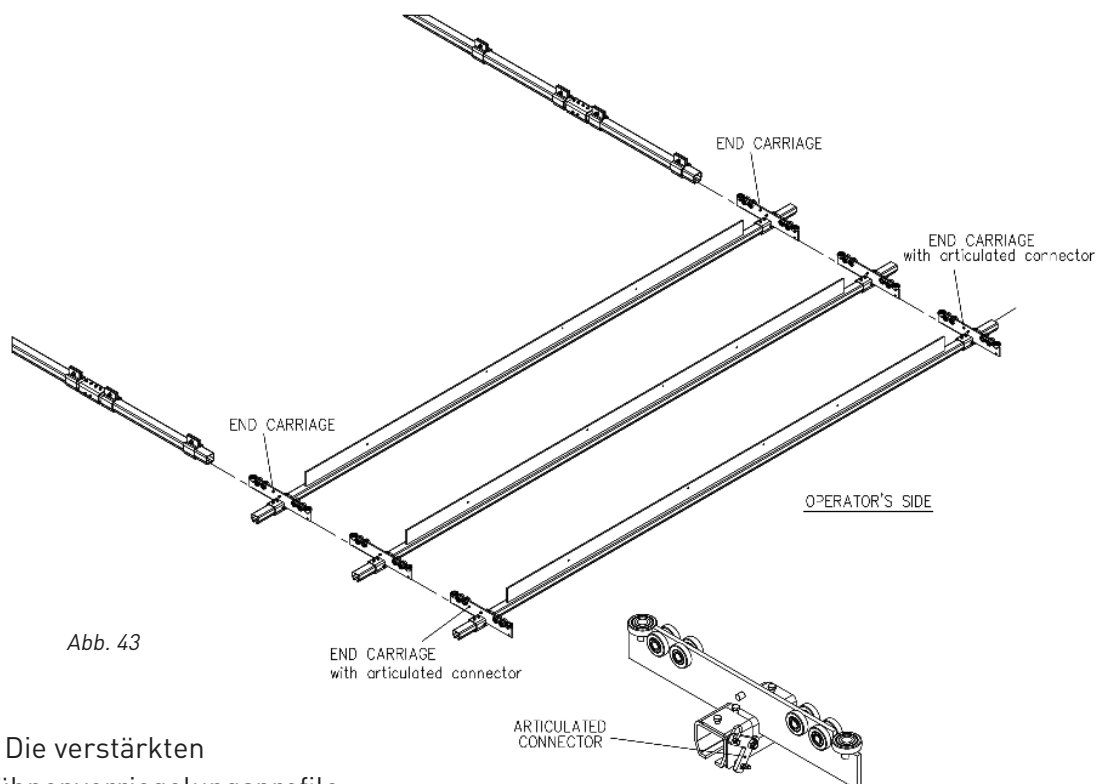

Abb. 43
Schritt 3: Die verstärkten Schiebebühnenverriegelungsprofile mit den Wagen anheben und in die Laufbahnen einsetzen (Abb. 43). Alle Endstopper der Laufbahnen in ihrer Position sichern, damit die Schiebebühnenverriegelungsprofile sicher im den Schienen bleiben.
Die Endwagen mit dem Gelenkseil müssen auf der Bedienerseite installiert werden, d.h. auf der Seite mit der Wagenanlage. (Abb. 43).